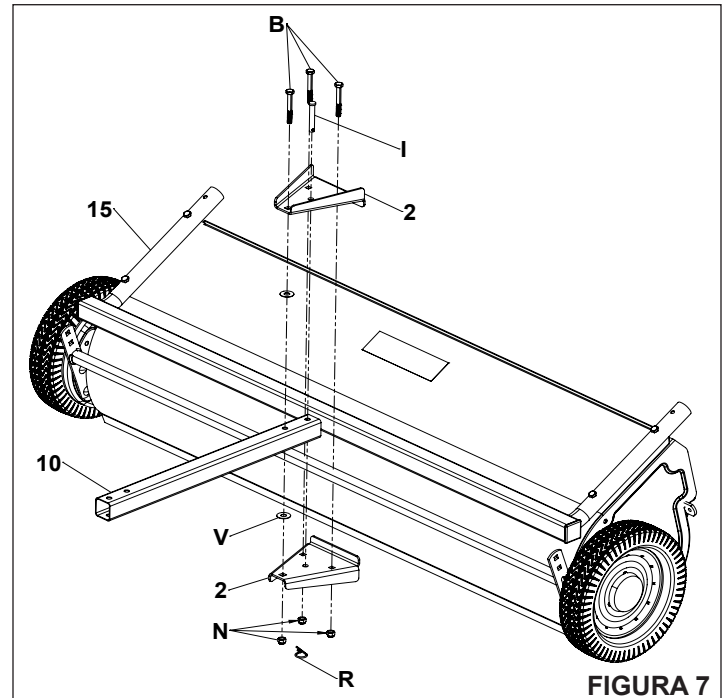

FIGURA 7
PASO 7: (VE A LA FIGURA 7)
- Coloque el tubo de la barra de tiro (10) entre el conjunto del enganche soldado (15), como se muestra. Coloque un soporte de la barra de tiro (2) por encima y otro soporte de la barra de tiro (2) por debajo del tubo de la barra de tiro (10).
- Alinee los orificios de montaje e inserte tres pernos hexagonales (B) a través de los soportes de la barra de tiro, el tubo de la barra de tiro y el conjunto del rodillo.
- Instale el pasador de horquilla (I), las arandelas (V), las tuercas autofrenantes (N) y la chaveta de horquilla (R), como se muestra.